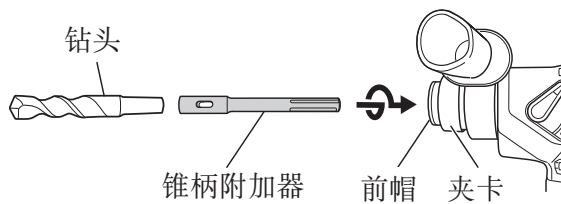

图 24
- (1) 把锥柄附加器安装在电动锤钻上。(图 24)
- (2) 把钻头 (锤柄) 安装在锤柄附加器上。
(图 24)